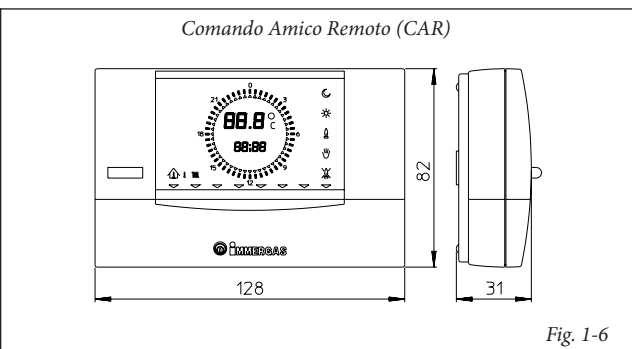

Fig. 1-6
- Dispositivo Comando Amico Remoto (CAR) (Fig. 1-6) con funzionamento di cronotermostato climatico. Il pannello del Comando Amico Remoto consente all'utente, oltre alle funzioni illustrate al punto precedente, di avere sotto controllo e soprattutto a portata di mano, tutte le informazioni importanti relative al funzionamento dell'apparecchio e dell'impianto termico con la opportunità di intervenire comodamente sui parametri precedentemente impostati senza necessità di spostarsi sul luogo ove è installato l'apparecchio. Il pannello del Comando Amico Remoto è dotato di auto-diagnosi per visualizzare sul display eventuali anomalie di funzionamento della caldaia. Il cronotermostato climatico incorporato nel